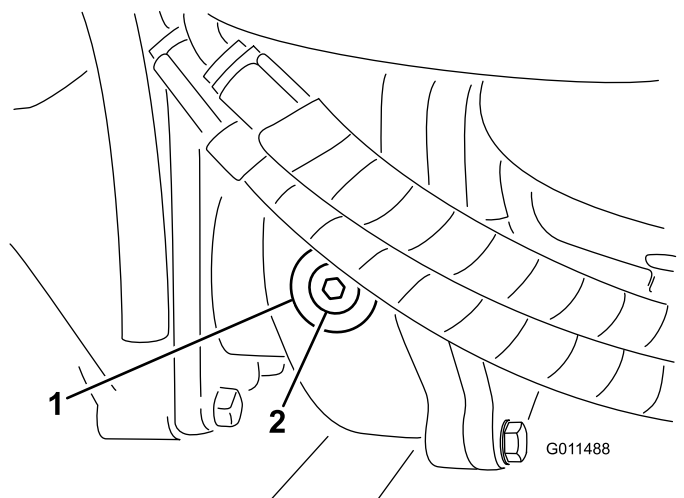

Figura 71
2. Retire o tampão de verificação/enchimento que se encontra na zona esquerda da caixa de velocidades (Figura 71) e certifique-se de que existe lubrificante até ao fundo do orifício. Se o nível estiver baixo, junte lubrificante suficiente para o nível subir até ao fundo do orifício.